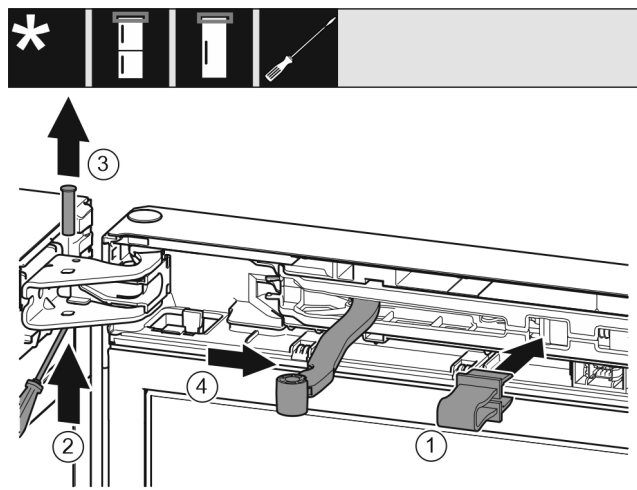

Fig. 10
- ▶ Sicherung Fig. 10 (1) in Öffnung einrasten.
- ▶ Bolzen Fig. 10 (2) herauschieben.
- ▶ Bolzen Fig. 10 (3) nach oben herausnehmen.
- ▶ Gelenk Fig. 10 (4) in Richtung Tür drehen.